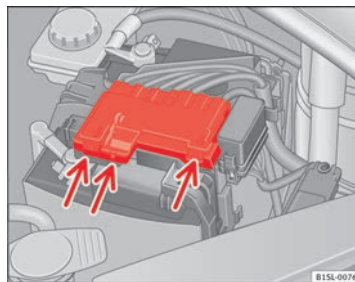

Fig. 117 Dans le compartiment moteur : retirez le couvercle de la batterie du véhicule.
- Appuyez sur les languettes ⇒ **fig. 117** (flèches) dans le sens des flèches et retirez vers le haut le cache de la batterie.